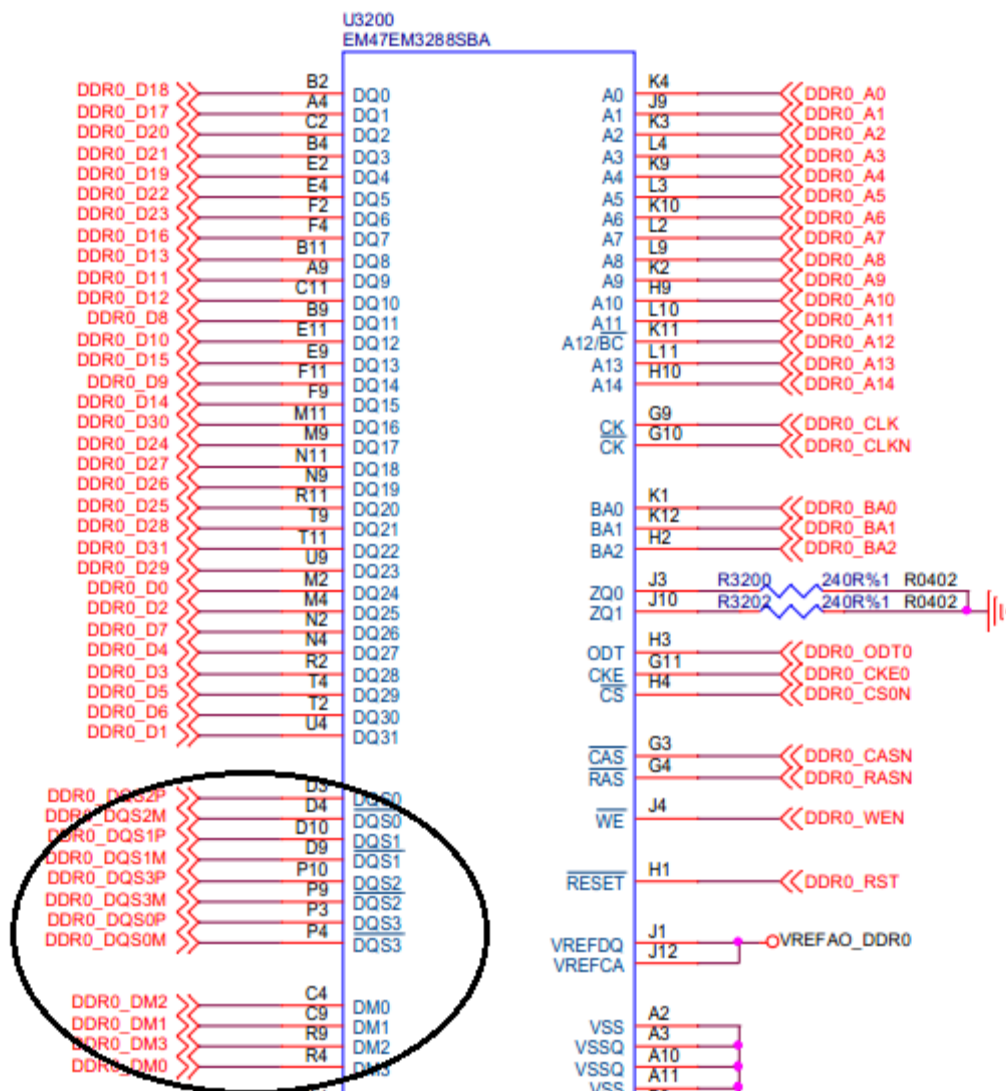

图 8-1
- 数据线间整组 GROUP 调换的时候，4 条 DATA MASKS (DQM0—DQM3)、4 对 DATA STROBES 差分线 (DQS0P/ DQS0M—DQS3P/ DQS3M) 也要同时调换，如图 8-1；